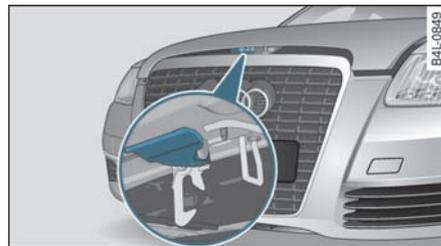

图 229 发动机舱盖下面的开启把手
- 将发动机舱盖下面的拉手向上压 => 图 229，此时锁钩会松开 => 。